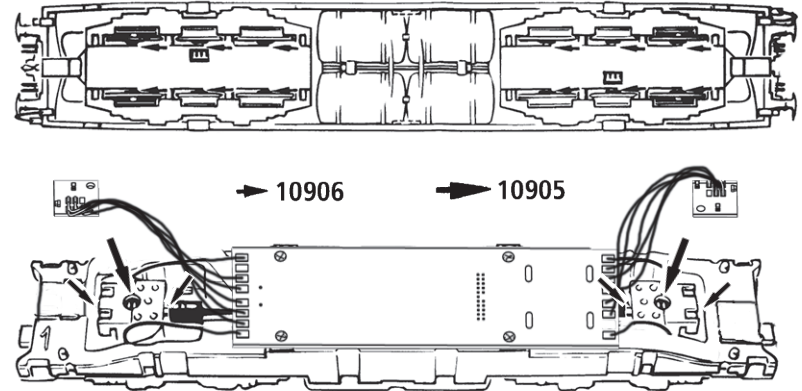

Fig. 9
4. Motorwechsel: Lokgehäuse abnehmen (Fig. 3). Danach wird der Motor ausgebaut und ausgewechselt (Fig. 9).
4. Motor Changing: First remove loco body (fig. 3), and then the motor (fig. 9).
4. Remplacement du moteur: Démontez la caisse (voir fig. 3). Démontez ensuite le moteur (fig. 9).